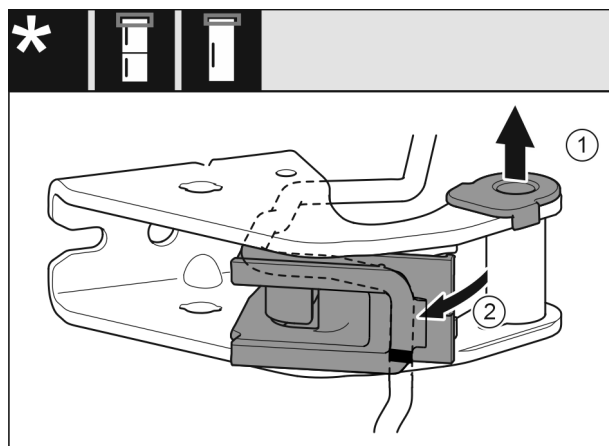

Fig. 26
- Tirer la douille de palier en dehors du guide. *Fig. 26 (1)*
- Incliner le support de câble vers l'extérieur. *Fig. 26 (2)*